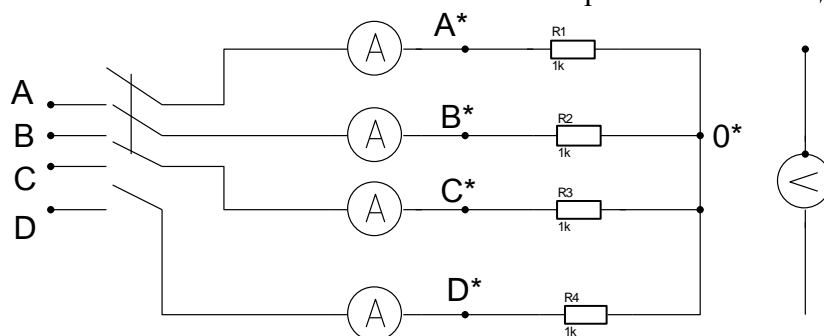

Рисунок 1.Схема цепи трёхфазного переменного тока
3. Ознакомиться со схемой включения потребителей в звезду (рис. 1.).